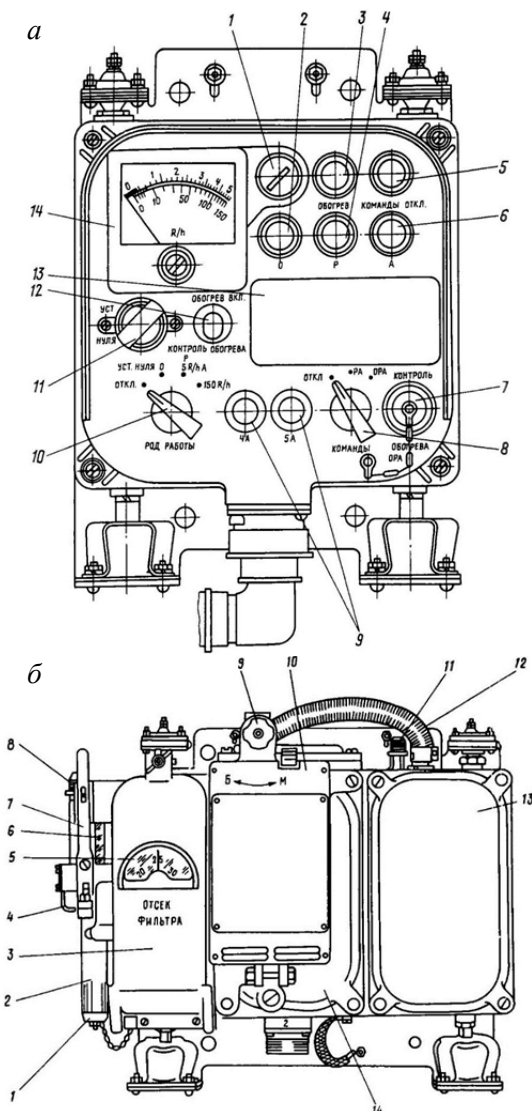

Рис. 10.1. Измерительный пульт Б-1:
- на измерительном пульте Б-1 (рис. 10.1, а) переключатели РОД РАБОТЫ и КОМАНДЫ установить в положение ОТКЛ.;
– отрегулировать с помощью регулятора 9 (рис. 10.1, б) расход прокачиваемого воздуха по входному ротаметру, поплавков которого должен находиться между рисками;